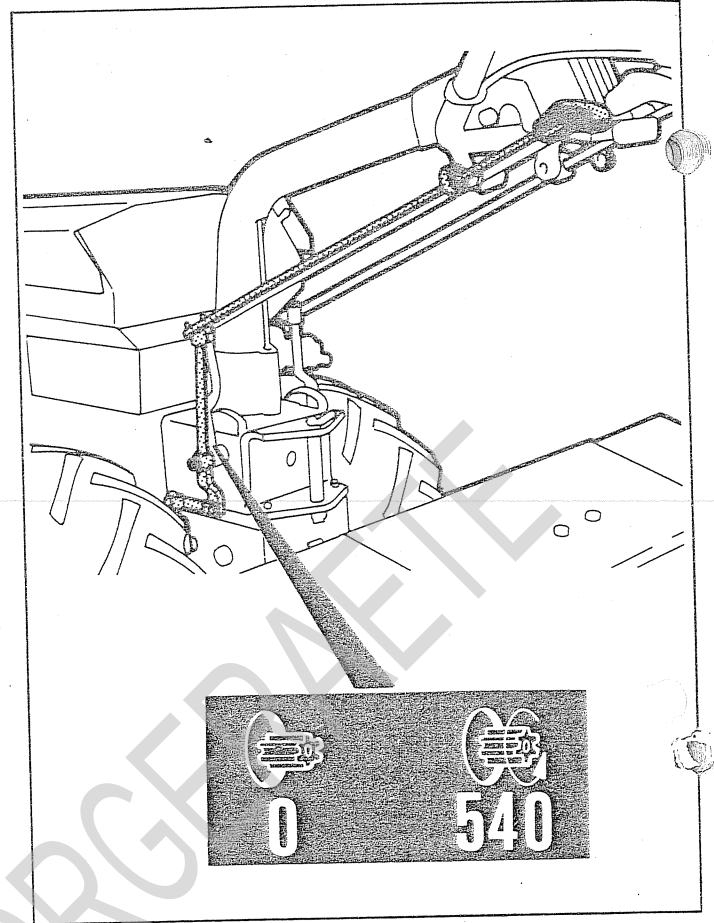

Fig. 7 - Bild 7
2. Die Zapfwelle durch Einlegen des betreffenden Steuerhebels (Bild 7) in Stellung 540 bringen. Sich vergewissern, dass der Steuerhebel einwandfrei eingeschaltet ist.
2. Engage p.t.o.; this is obtained by bringing proper control lever to position 540. (see figure 7). Be sure the control lever is properly engaged.
2. Connecter la prise de force en amenant le levier de commande (fig. 7) en position 540. S'assurer que le levier soit bien engagé.